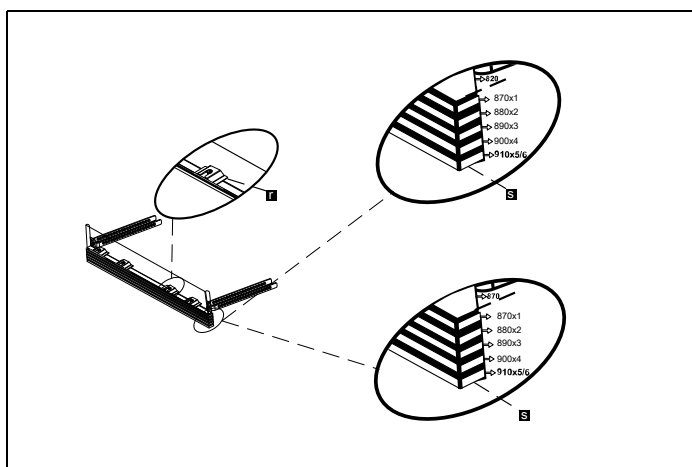

Fig. 22
- 3) Comme illustré dans la Fig. 22 , les pieds cylindriques du socle réglable sont fixés aux pièces métalliques de fixation du socle et insérés à travers la cavité de la pièce.